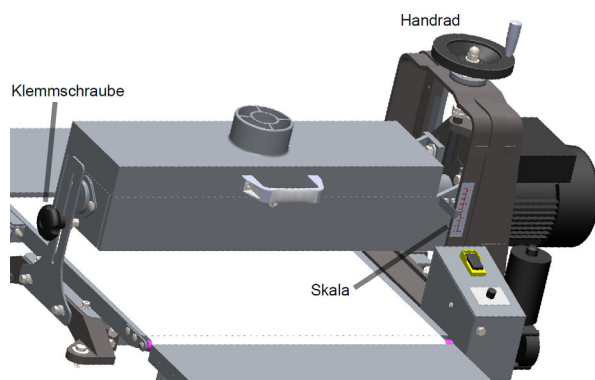

Abb. 14: Höhenverstellung
Schritt 1: Klemmschraube (Abb.14) lösen.
Schritt 3: Sobald die richtige Schnitttiefe für Ihre Bearbeitung eingestellt ist, ziehen Sie die Klemmschraube (Abb.14) wieder fest.